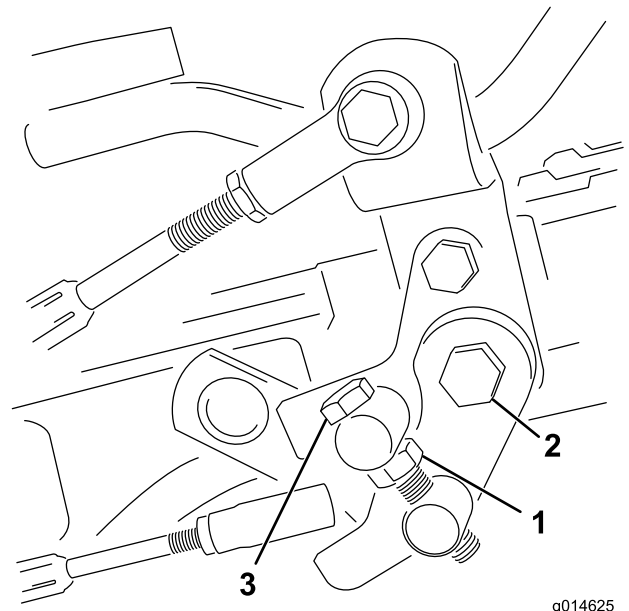

Рисунок 48
1. Ослабьте контргайку на болте муфты (Рисунок 48).
(Рисунок 48). Проверьте регулировку и при необходимости повторите ее.